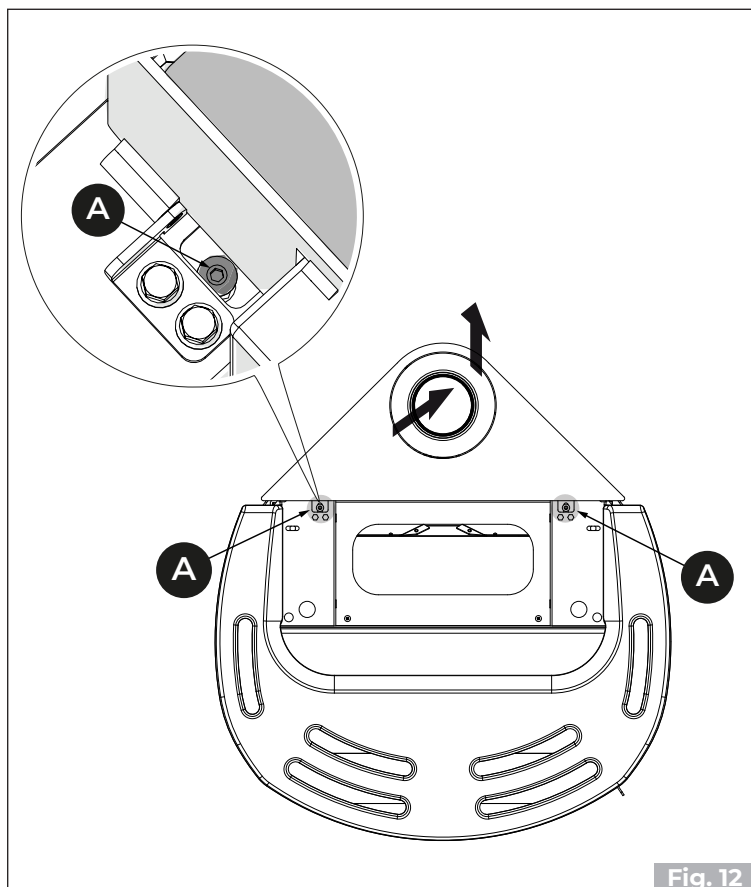

Fig. 12
- Afloje los tornillos **(A)** y extraiga la placa **(B)**. **(Fig. 12)**